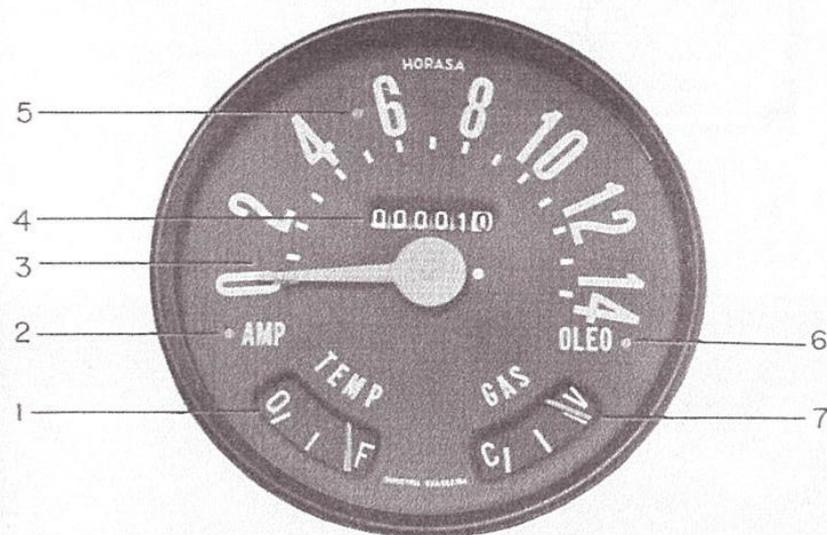
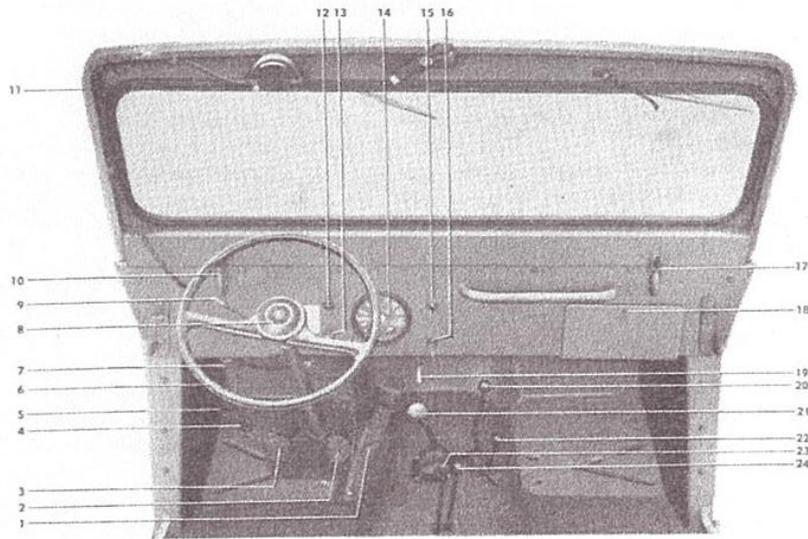

Fig. 5. Instrumentos
Fig. 8. Contrôles do veículo
O mostrador do velocímetro, (Fig. 5), n.º 3, é dividido em graduações de 10 quilômetros por hora. O ponteiro indica a velocidade do veículo. O odômetro, n.º 4, registra o número de quilômetros percorridos, sendo que o último algarismo à direita (de cor diferente) indica décimos de quilômetro.
A lâmpada vermelha, n.º 5, quando acesa, indica que os faróis estão com luz "alta". Veja "comutador de luz alta e baixa" na fig 8, n.º 4.
O interruptor de luzes, fig. 8, n.º 15, é do tipo de puxar. Quando o botão está introduzido em todo o seu curso, todas as luzes estão apagadas. Puxado até a primeira posição, acende as lanternas dianteiras e traseira; puxado até a segunda posição acende os faróis, apagando as lanternas dianteiras. A luz do grupo de instrumentos no painel, fica acesa tanto quando estão sendo operadas as lanternas como os faróis.
O botão, fig. 8, n.º 4, para o movimento de luz alta e baixa está localizado no assoalho, à esquerda do pedal da embreagem. A luz alta, para dirigir nas estradas e a baixa para uso nas cidades, podem ser alternadas, de acordo com as necessidades, pressionando-se o botão com o pé. Uma luz vermelha fig 5, n.º 5, no painel de instrumentos ficará acesa quando a luz alta estiver sendo usada pelos faróis.
A buzina é operada premindo-se o botão, fig. 8, n.º 8, localizado no centro do volante da direção.
A Camioneta Militar Jeep é ventilada através de um alçapão de ventilação, localizado no centro do curvão do veículo, em frente ao pára-brisa. Para abrir ou fechar o alçapão de ventilação, movimentar-se a alavanca instalada debaixo do painel de instrumentos fig. 8, n.º 19.
O pedal do freio de estacionamento, fig. 8, n.º 5, está montado na parte inferior do painel de instrumentos, no canto esquerdo e ao lado da coluna da direção. Aperte o pedal para frear. Para soltar o freio aperte para baixo a alavanca. Fig. 8, n.º 7.
Partida do Motor. Para dar partida ao motor, depois de ligada a chave de ignição coloque a alavanca de mudanças de velocidade, fig. 8, n.º 21, em ponto morto. Ponha a alavanca da caixa de transmissão múltipla (transferência) última da direita, fig. 8, n.º 22, na posição "direta", isto é, puxada para trás, e desligue o eixo da tração dianteira, empurrando para a frente a respectiva alavanca, para a posição "desligado", (Fig. 8, n.º 20).
Desembreie, pisando o pedal da embreagem, fig. 8, n.º 3, e gire a chave de ignição ao máximo para a direita, deixando-a voltar à posição "ligado", logo que o motor pegar.
- 1 — Para mudar a tração de duas para quatro rodas, aperte o pedal da embreagem, solte o acelerador e puxe a alavanca esquerda, fig. 8, n.º 20, para trás. Isto liga a tração nas quatro rodas na prise direta da caixa de transmissão múltipla, podendo-se operar o veículo da maneira convencional.
- 2 — Com a ligação da tração no eixo dianteiro e, conseqüentemente, tração nas quatro rodas, a alavanca direita, fig. 8, n.º 22, pode ficar em prise direta (para trás) ou em reduzida (para a frente). A posição neutra, meio caminho entre a direta e a reduzida, desliga a tração das quatro rodas.